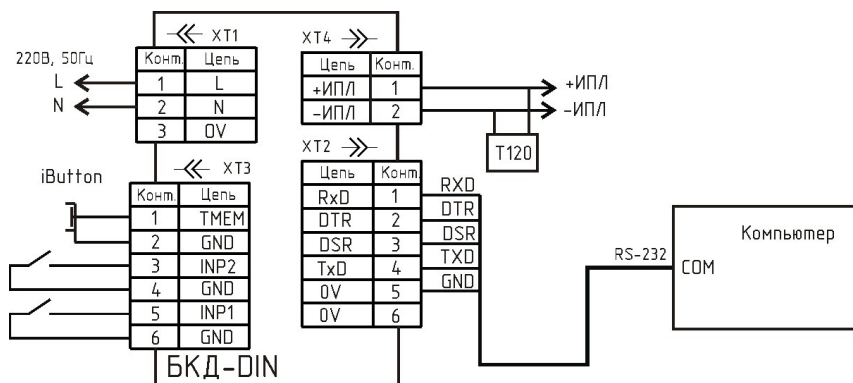

Рисунок 4 - Схема подключения БКД-DIN
Контроллер предназначен для установки на монтажную DIN-рейку шириной 35 мм по ГОСТ Р МЭК 60715-2003. Внутри пластмассового корпуса расположена электронная плата, которая крепится двумя саморезами к основанию. На крышке корпуса расположены два светодиодных индикатора: «Питание» и «Обмен», установленные на отдельной плате (рисунок 4). Эта плата соединяется к разъему на основной плате блока при помощи гибкого шлейфа. На основной плате расположены разъемы XT1 для подключения сети питания 220 В, XT2 для подключения интерфейса RS-232, XT4 для подключения датчика температуры DS1820 или считывателя ключа iButton, два входа «сухой контакт» и XT4 для подключения ИПЛ интерфейса СОС-95. Разъемы XT1 -XT4 выходят на боковые стороны корпуса. Габаритные размеры контроллера показаны на рисунке 3. Корпус контроллера крепится на DIN-рейку при помощи защелки.
2) Выводы линии ИПЛ подключить, соблюдая полярность, к клеммам соединителя ХТ4 (рисунок 4). Установить на концах линии ИПЛ согласующие нагрузки Т120 для типа кабеля «витая пара», встроенную нагрузку отключить. При наличии воздушных участков ИПЛ подключить к выходу контроллера блок грозозащиты ГР-1Д, который обязательно должен быть заземлен. Максимальная длина кабеля связи между контроллером и ГР-1Д должна быть не более 3 м.